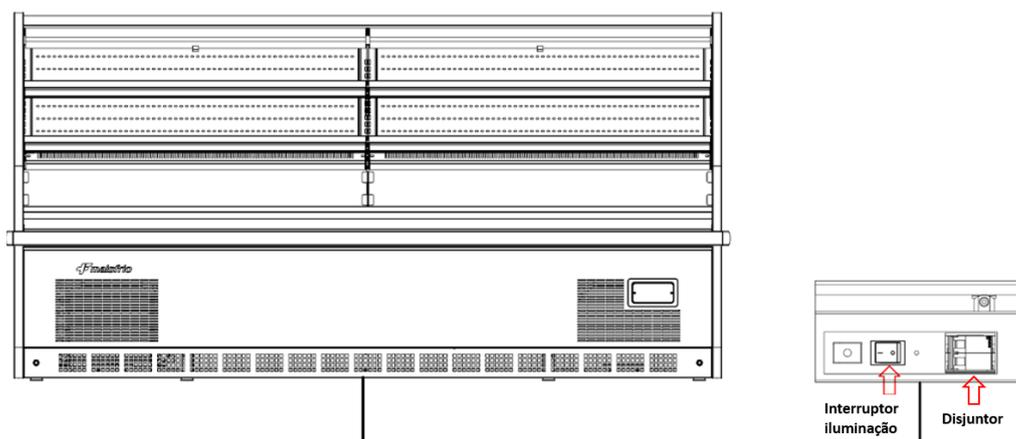

Figura 2: Localização do disjuntor
- 1 - O expositor pode ser ligado ou desligado através de um disjuntor localizado na região inferior central do expositor, conforme figura 2.